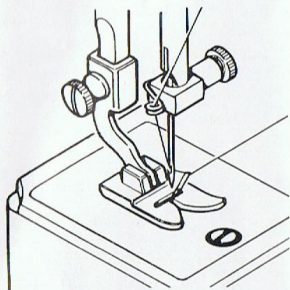

Abb. 12
10. Heraufholen des Unterfadens (Abb. 12)